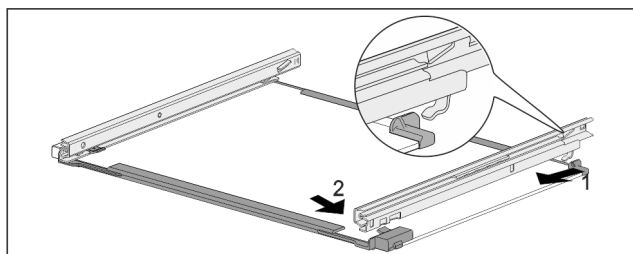

Fig. 160 Skleněná deska s kolejničkami
- Zahákněte kolejničku vzadu. Fig. 160 (1)
- Zaklapněte kolejničku vpředu. Fig. 160 (2)